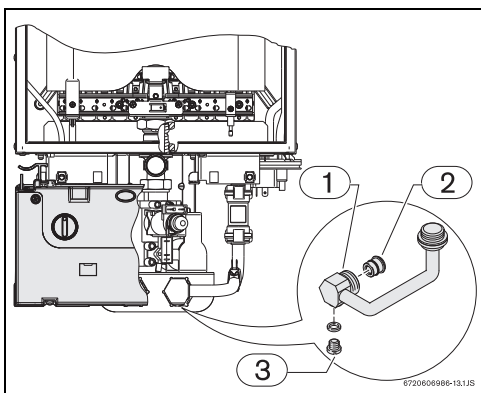

Fig. 10
- ▶ svitare ed asportare la vite di scarico ( $\rightarrow$ Fig. 10, [pos. 1]).